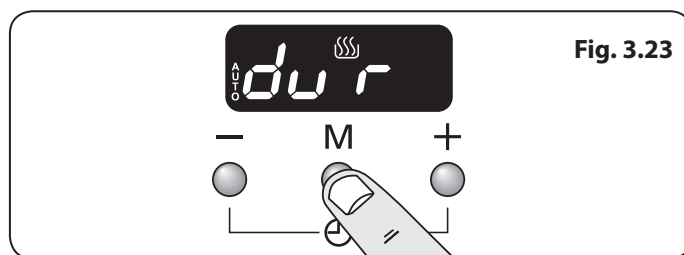

Fig. 3.23
- Appuyer sur le bouton mode [M] jusqu'à ce que l'écran clignote (dur) (Fig. 3.23). Puis sélectionner la « cuisson » à l'aide des boutons [+] ou [-].